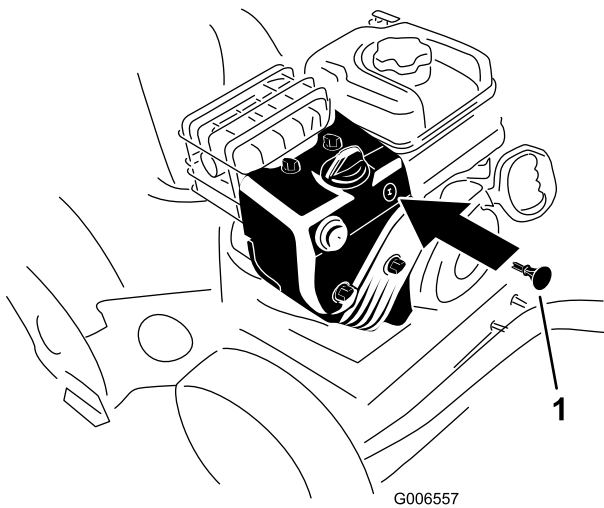

Bild 19
3. Stecken Sie den Zündschlüssel ein (Bild 19).